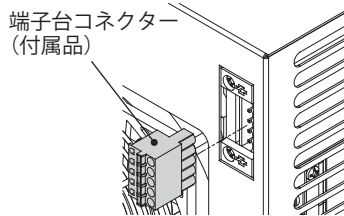

図6-1 電線接続手順1
1. 端子台コネクタ(付属品)を本体から外した状態にしてください。(図 6-1)